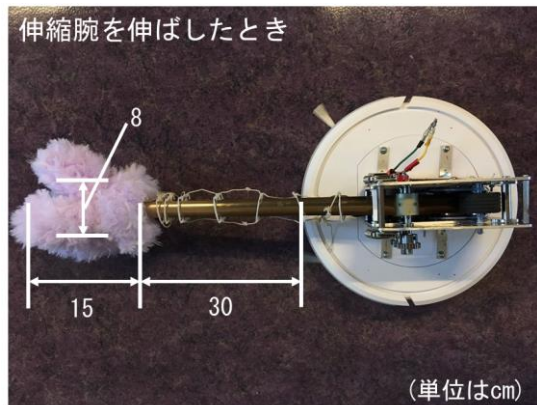

図5 伸縮腕を伸ばしたとき
ある。図5, 6として, 判明した問題点など考察をまとめる。
- ・先端に取り付けたモップは膨張しているため, 見た目よりも狭いところに入ることができる。なお図5に示した先端部分の横幅は入ることのできる最も狭い幅である。